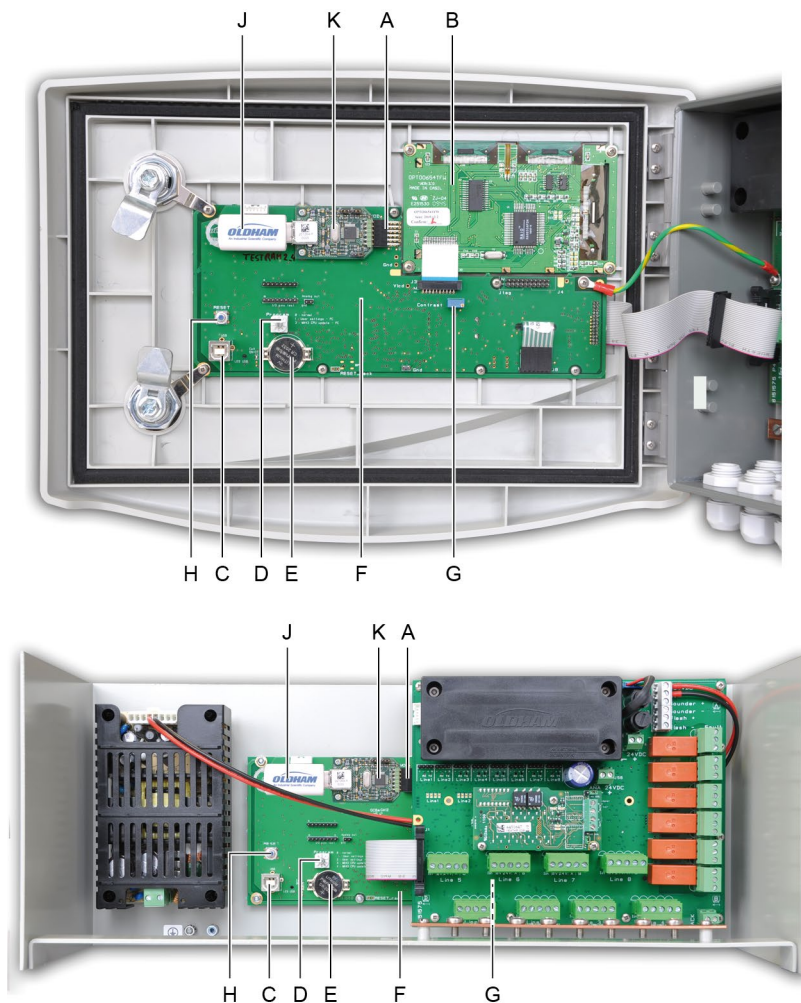

Figure 11 : vue interne en version murale et rack – carte microcontrôleur et afficheur.
M.	Carte microcontrôleur. Voir Figure 11 en page 19.
U.	Connecteur USB de liaison avec le PC supportant l'application COM 43. Voir Figure 11 en page 19.
V.	Commutateur de programmation. Voir Figure 11 en page 19.
W.	Pile lithium de type CR2032. Voir Figure 11 en page 19.
X.	Module RS485 (sortie numérique). Voir Figure 11 en page 19 et page 81.